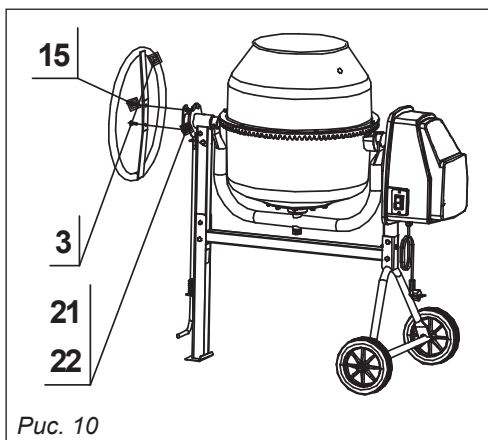

Рис. 10
9.7. Установить маховик **поз. 3**, совместив отверстия в маховике с отверстиями пластины, расположенной на траверсе со стороны фиксатора. Вставить в совмещенные отверстия два болта **поз. 15**, установить шайбы **поз. 22**, завернуть две гайки **поз. 21** (см. рис. 10).